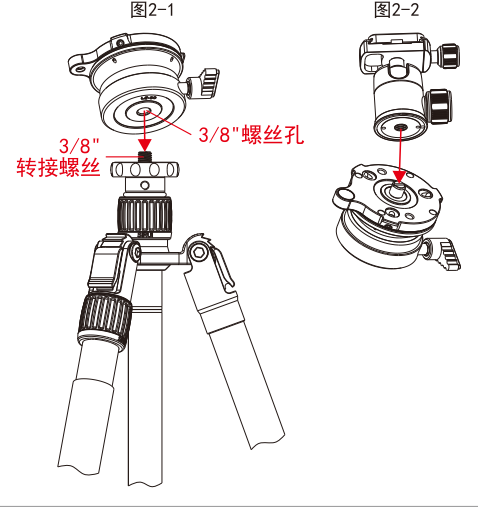

图2-1 图2-2
① 按图2-1所示将水平调节台安装于三脚架上，把底座上的3/8"螺丝孔对准脚架上的3/8"转接螺丝，然后顺时针旋转底座至牢固为止。